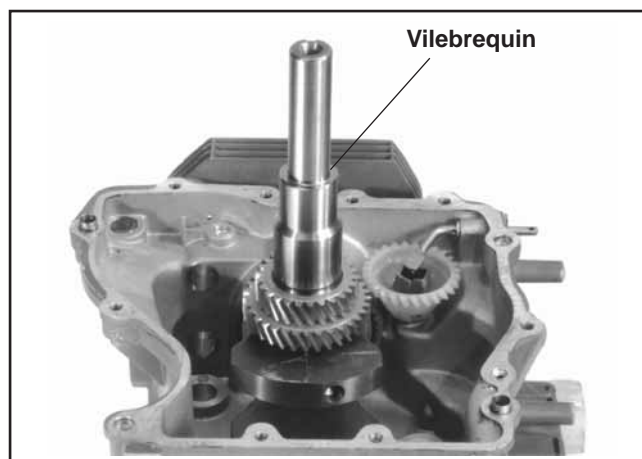

Figure 11-4. Installation du vilebrequin.
2. Insérer le vilebrequin à travers le côté volant. Voir la figure 11-4.